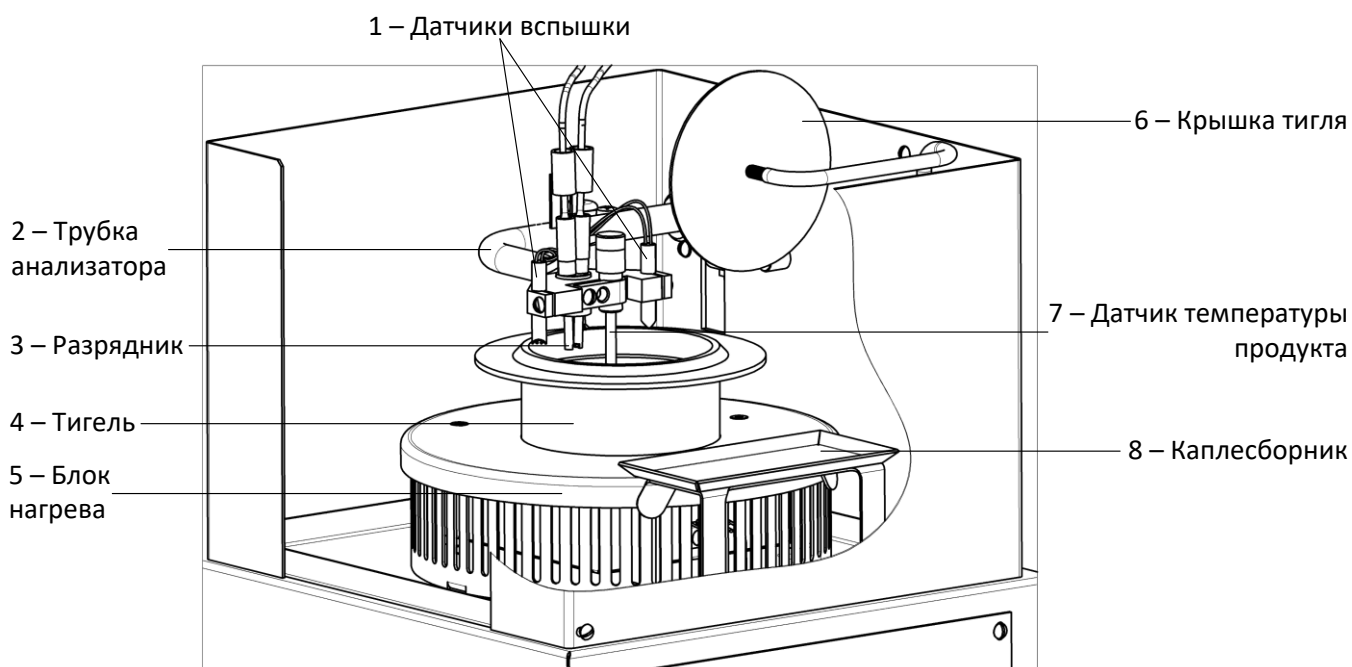

Рисунок 3 – Верхняя часть блока нагрева
2.3.3.1 Общий вид аппарата представлен на рисунке 1. Аппарат состоит из **блока приводов 1**, **лицевой панели 2**, **блока нагрева 6**. Блоки расположены на **основании 9**, установленном на **регулируемых по высоте ножках 10**. Включается аппарат **тумблером «Сеть» 8**, расположенном на лицевой панели. Здесь также расположены **клавиатура 5** и **дисплей 3**. На верхней части блока нагрева находится **экран 4**, защищающий пары продукта от потоков воздуха. В случае пролива нефтепродукта внутри блока нагрева (п. 6 рисунок 3), он собирается в **поддоне 7**.
- 2.3.3.3 В верхней части блока нагрева (рисунок 3) находятся: **трубка анализатора 2**, заканчивающаяся пластиной, на которой закреплены **два датчика вспышки 1**, **датчик температуры продукта 7** и **разрядник 3**. Внутри **блока нагрева 5** расположен нагреватель, на который устанавливается **тигель 4**. После проведения испытания аппарат закрывает тигель **крышкой 6**. После конденсации паров продукта на крышке капли продукта могут стекать на **каплесборник 8**.